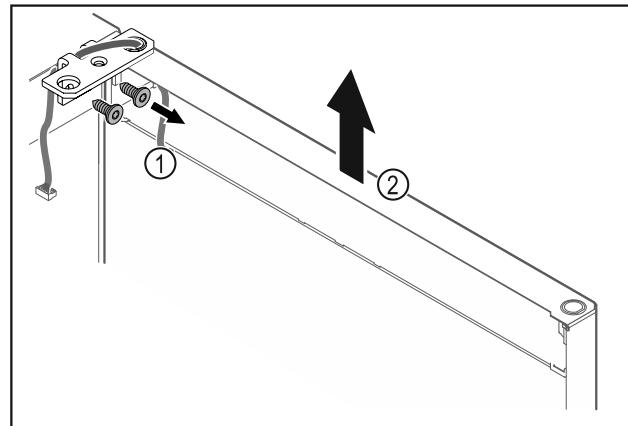

Fig. 25
- Lironi vidat e profilit të menteshës Fig. 25 (1).
- Ngrini drejt lart derën së bashku me profilin e menteshës Fig. 25 (2) rrëth 200 mm dhe hiqni.